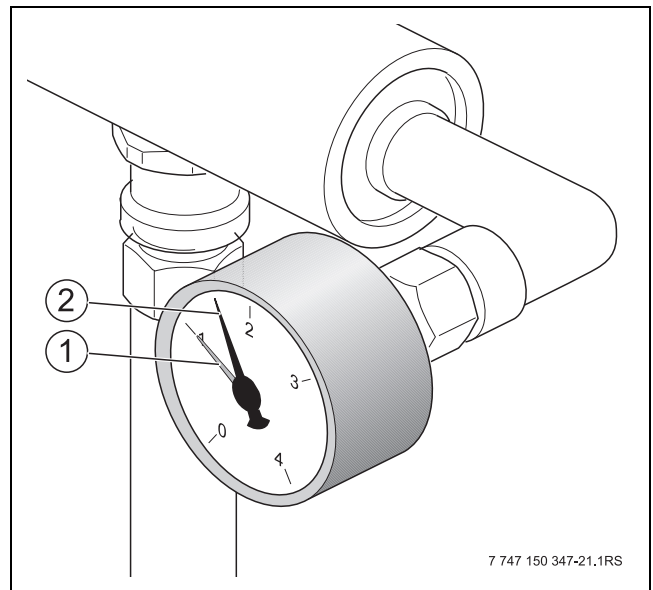

Bild 5 Manometer
- ▶ Wenn der Betriebsdruck durch das Entlüften abfällt (siehe Einstellung roter Zeiger am Manometer → Bild 5, Seite 14), muss Wasser nachgefüllt werden.